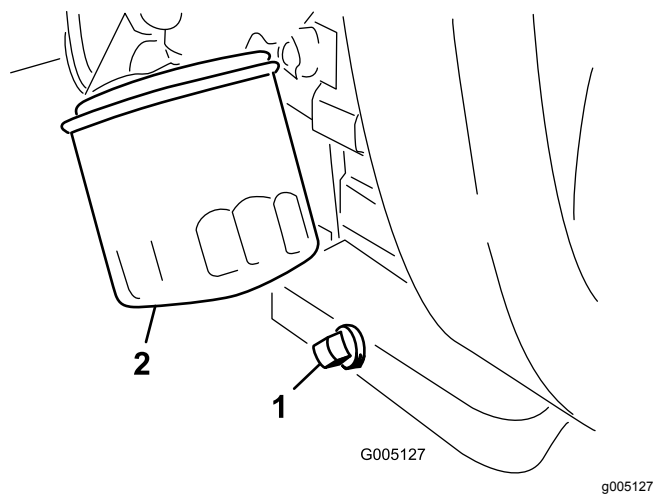

图34
1. 拆下排油塞图34让油流入放油盘。
2. 清洁排油塞的螺纹施用聚四氟乙烯密封材料然后安装排油塞图34。
3. 拆下机油滤芯图34。